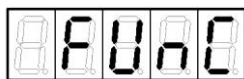

Рисунок 10
4. С помощью кнопок и пролистать подменю до появления на индикаторе обозначения "FUnC" (рисунок 10).
8. Нажать кнопку . При этом на индикаторе снова отобразится слово "FUnC" (рисунок 10).